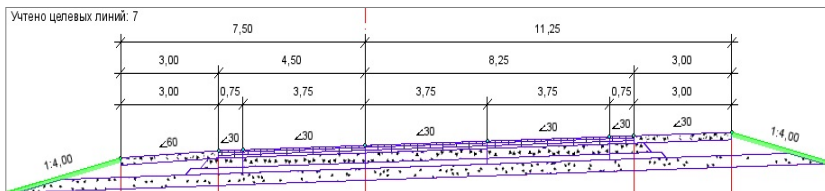

Рис. 19.24
- с устройством новой дорожной одежды (рис. 19.24), если на поперечнике не соблюдаются заданные параметры ремонта;